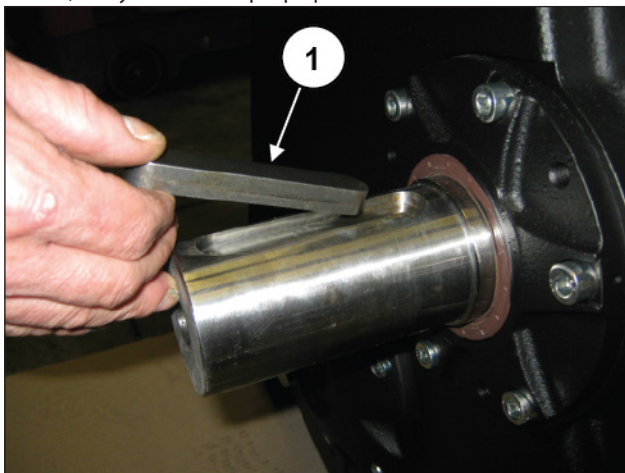

Рис. 145
Вставьте шпонку в вал ВОМ (поз. ①, Рис. 145). Откалибруйте винты с помощью динамометрического ключа, как указано в параграфе 3.